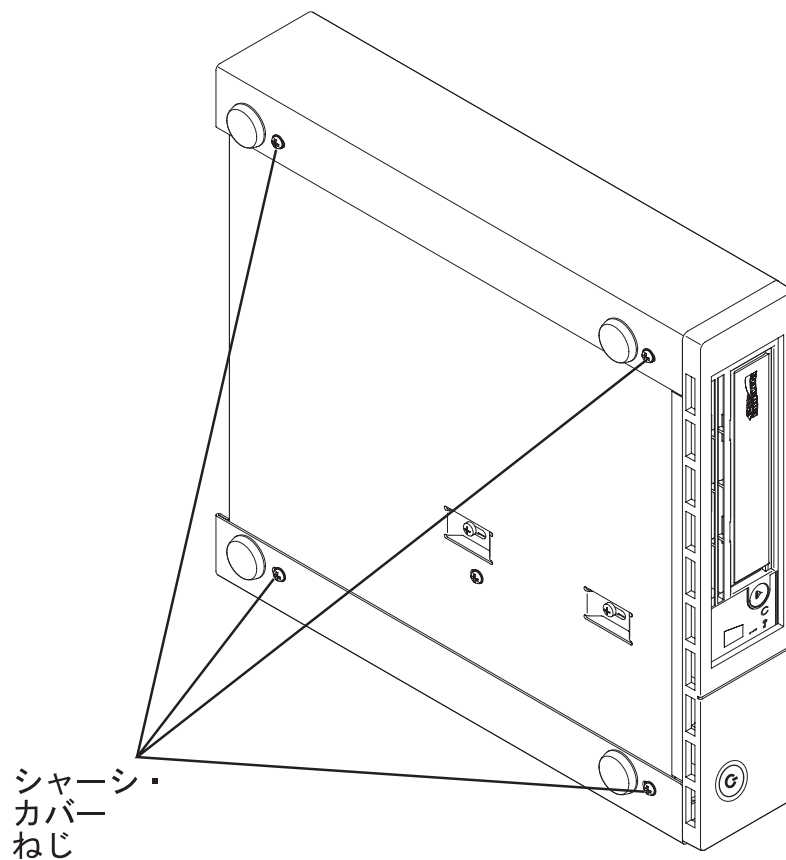

図 23. カバーおよび内蔵ドライブを固定しているねじの取り外し
4. 足の近くの 4 つのねじを取り外します (86 ページの図 23 を参照)。